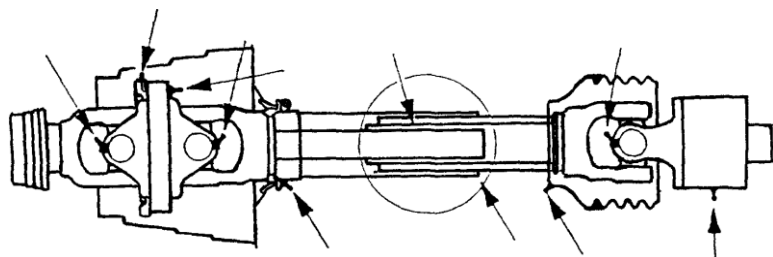

fig.22
- Ingrassare le parti indicate dalle frecce in fig.22 ogni 8 ore di lavoro.